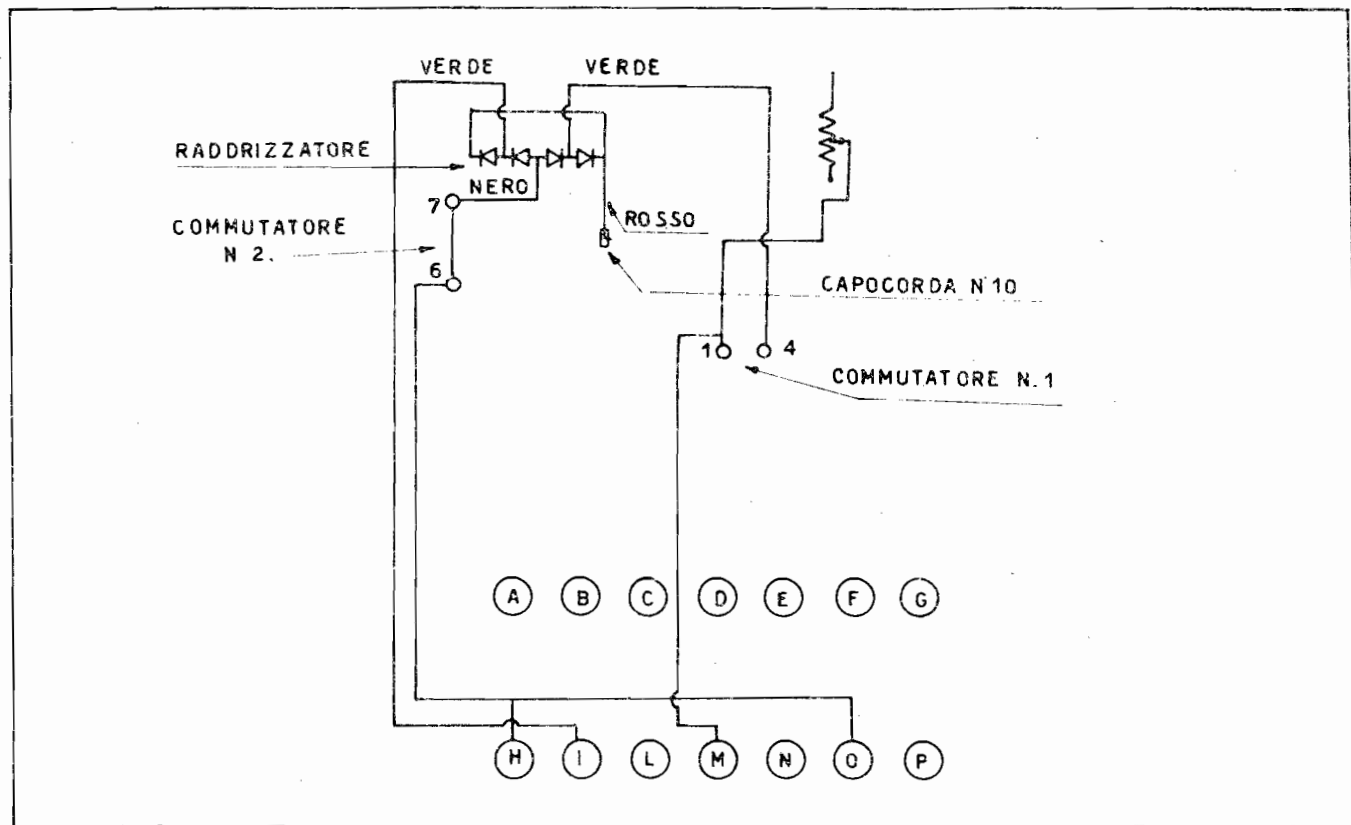

Fig. 6
D) filo colore verde: al capo-corda 4 del commutatore n° 1 (fig. 6).